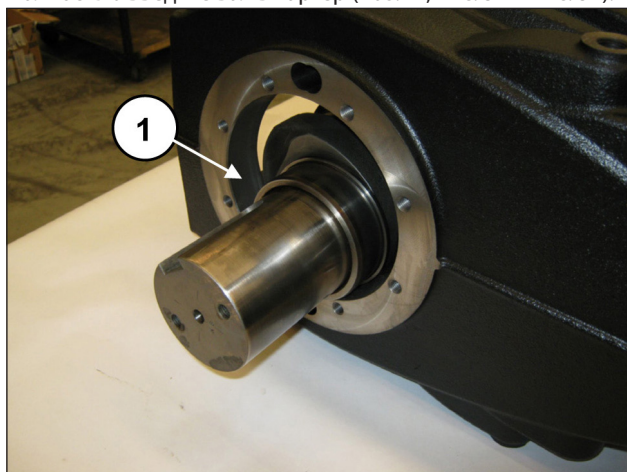
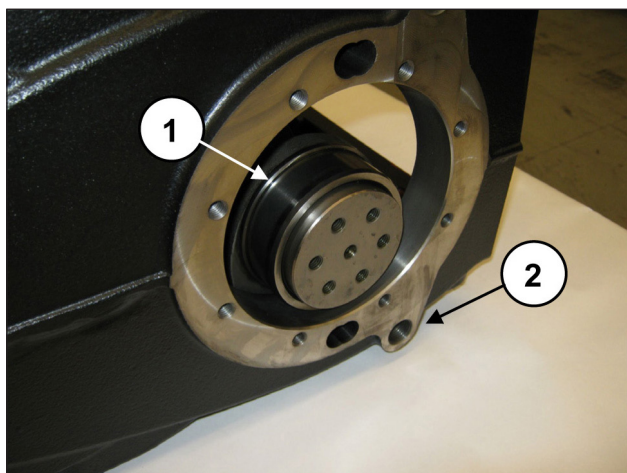

Рис. 51
Рис. 52
Коленчатый вал нужно устанавливать так, чтобы сторона ВМ обязательно оказалась со стороны, противоположной отверстиям G1/2" для масляных пробок картера насоса (поз. ②, Рис. 52).
Полностью введите вал в картер (поз. ①, Рис. 51 и Рис. 52).